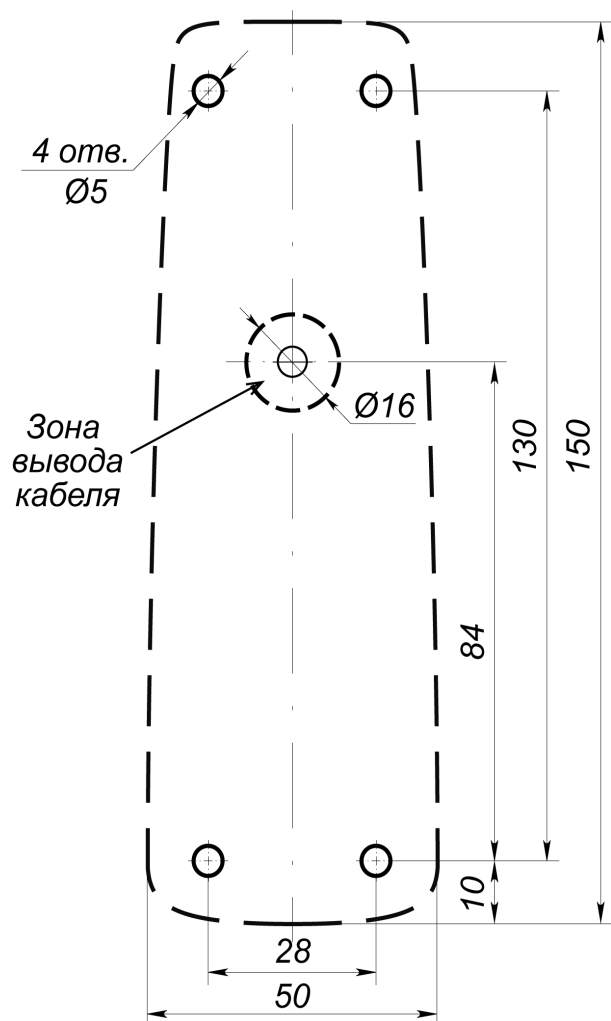

Рисунок 1. Разметка отверстий для установки считывателя (пунктиром показаны габариты корпуса считывателя)
2. Произведите разметку и разделку отверстий на установочной поверхности для крепления металлического основания и проводки кабеля от считывателя. Схема разметки на рис. 1.